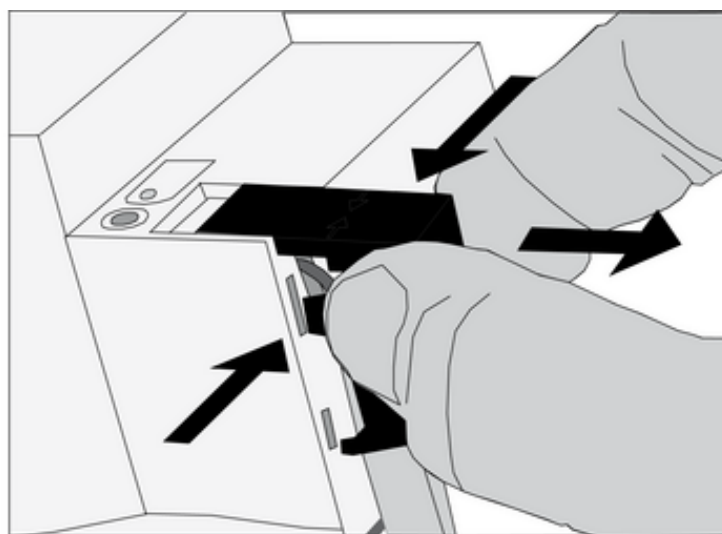

Bild 8: Abdeckkappe entfernen
- Abdeckkappe seitlich drücken und abziehen (Bild 8).